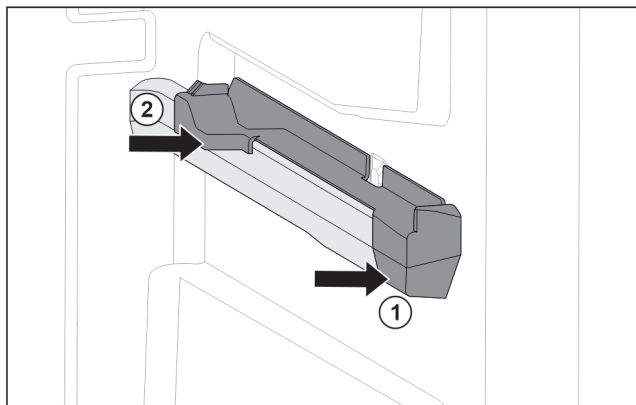

Fig. 70 Вставна частина на правому ребрі для резервуару
- ▶ Одягти вставну частину вперед на ребро резервуару. Fig. 70 (1)
- ▶ Притиснути вставну частину позаду. Fig. 70 (2)